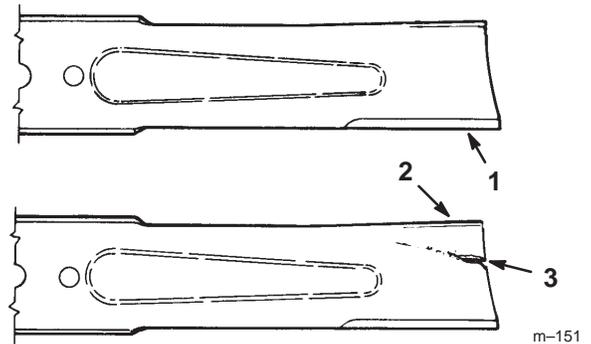

Figure 24
1. Inspectez les tranchants des lames (Fig. 24). Si elles ne sont pas tranchantes ou si elles présentent des indentations, déposez et aigüisez les lames (voir Aigüisage des lames, page 28).
2. Inspectez les lames, surtout la partie incurvée (Fig. 24). Remplacez immédiatement toute lame endommagée, usée ou qui présente une entaille (repère 3 de la Fig. 24).